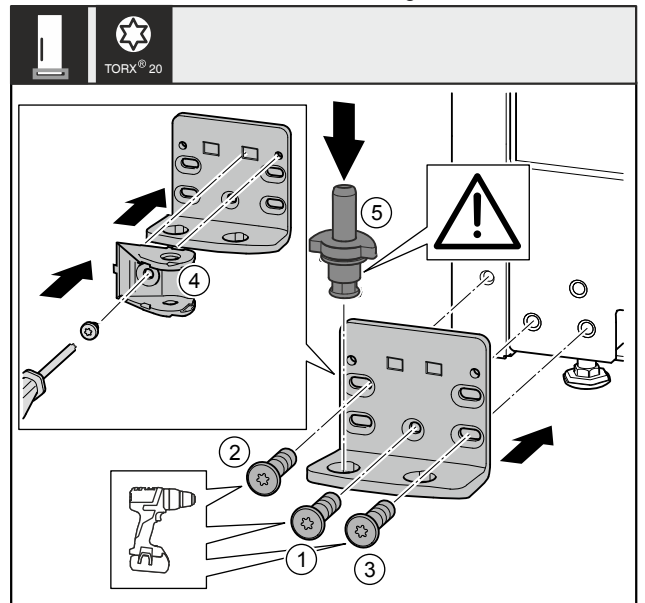

Fig. 36 *
- ▶ Coloque el soporte del cojinete en el otro lado y atorníllelo con un destornillador. Comience con el tornillo Fig. 36 (1) en la parte inferior central.*
- ▶ Atornille el tornillo Fig. 36 (2) y el tornillo Fig. 36 (3)*
- ▶ Gire la conexión del amortiguador de cierre Fig. 36 (4) 180°. Atornille el soporte del cojinete en el otro lado con un destornillador.*
- ▶ Inserte completamente los pernos del cojinete Fig. 36 (5). Asegúrese de que la leva de bloqueo apunte hacia atrás.*